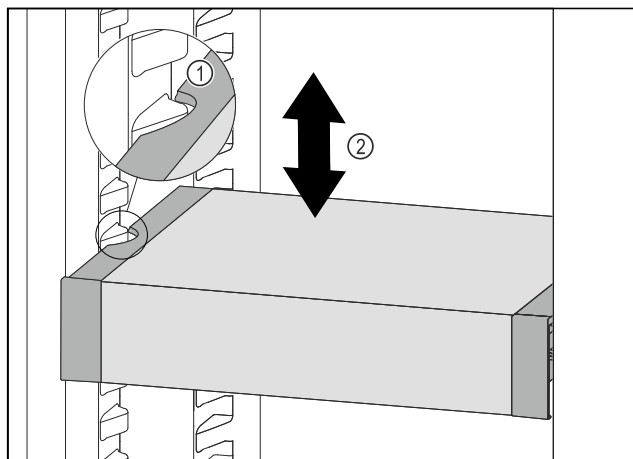

Fig. 63
- Trekk VarioSafe forover, til utsparingene på sidene av VarioSafe er på nivå med rillene i kjøleskapet. Fig. 63 (1)
- Flytt VarioSafe oppover eller nedover i kjøleskapet, til ønsket høyde er nådd. Fig. 63 (2)